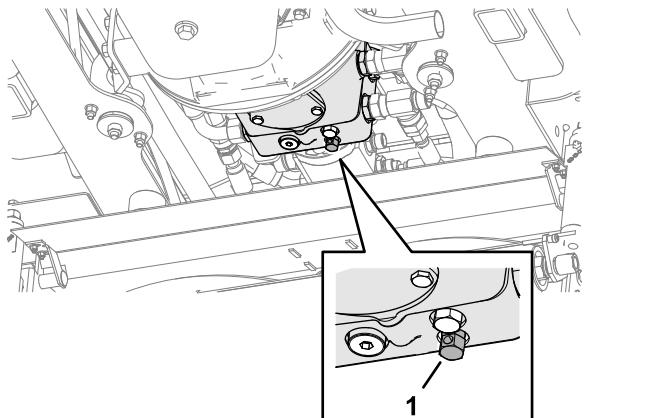

Bild 44
2. Schließen Sie über der mittleren Schneideeinheit das Bypassventil der Getriebepumpe, indem Sie es im Uhrzeigersinn drehen (**Bild 44**).